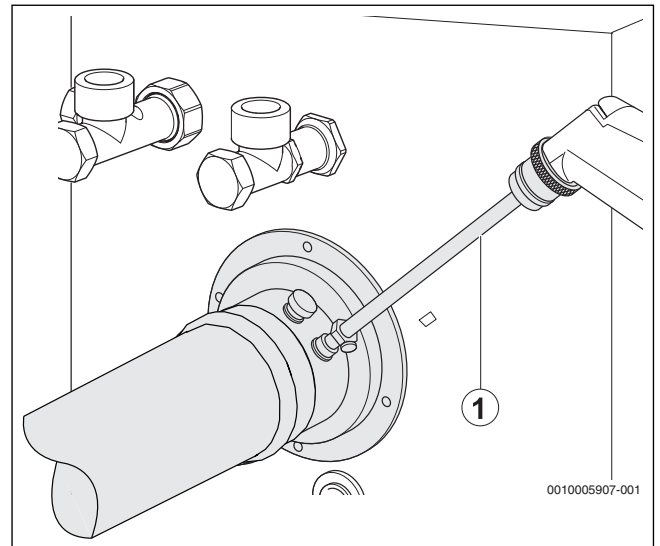

Bild 62 Messwerte aufnehmen
- ▶ Messfühler durch die Messöffnung (→ Bild 62, Seite 31) im Abgasrohr in den Kernstrom halten und CO₂-Gehalt kontrollieren.